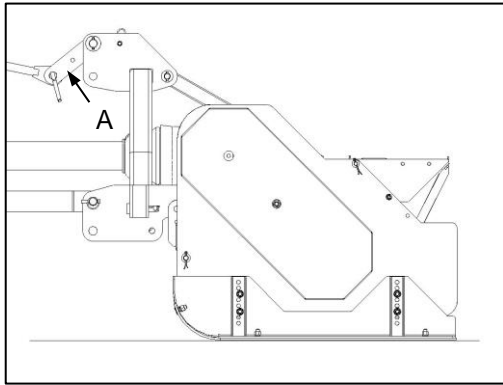
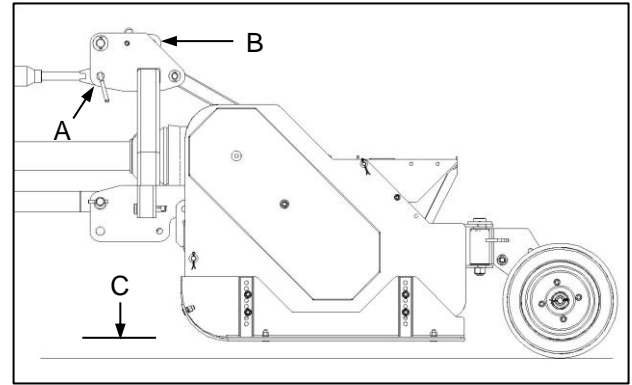
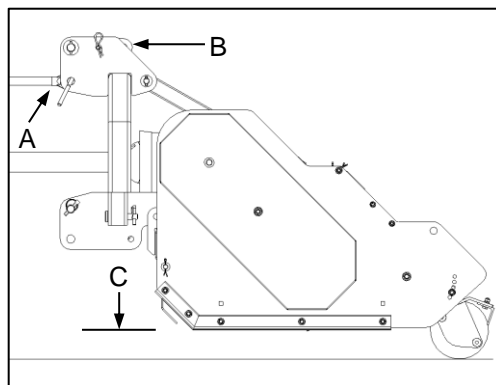

Fig. 1
Fig. 2
Fig. 3
- the height-adjustable side panels and skids (Fig. 1)
- the articulated, adjustable rear wheel sets (Fig. 2)
- the height-adjustable rear roller (Fig. 3)
- die hoogteverstelbare sypanele en glystukke (Fig. 1)
- die geartikuleerde, verstelbare agterwielstelle (Fig. 2)
- die hoogteverstelbare agterste roller (Fig. 3)
- ⊖ Note that, regardless of the chosen attachment configuration (Fig. 1 / Fig. 2 / Fig. 3) above, this implement must NEVER be operated in reverse. This includes any attempt to reverse when the implement is in contact with the ground. Failure to observe this requirement will result in structural and mechanical failure not covered under warranty.
- ⊖ Let daarop dat ongeag die gekose hegstukkonfigurasie (Fig. 1 / Fig. 2 / Fig. 3 bo), hierdie implement NOOIT in trurat bedryf moet word nie. Dit sluit enige poging in om agteruit te stoot terwyl die implement in kontak met die grond is. Versuim om hierdie vereiste na te kom sal tot strukturele en meganiese onklaarraking lei wat nie onder waarborg gedek word nie.
Use of the adjustable side panels with skids requires the use of the break link (Fig. 1-A) provided on the implement hitch frame for attachment of the tractor top link.
Use of the articulated rear wheel sets requires the tractor top link to be attached DIRECTLY to the implement hitch frame clevis (Fig. 2-A), while the break link may be stowed in the position shown (Fig. 2-B).
- ✔ Adjust the tractor 3-point hitch top link to level the implement in relation to ground level (Fig. 2-C).
Gebruik van die verstelbare sypanele met glystukke vereis die gebruik van die knakskakel (Fig. 1-A) op die implementhaakraam vir die aanheg van die trekker-boskakel.
Gebruik van die geartikuleerde agterwielstelle vereis dat die trekker-boskakel DIREK aan die implementhaakraamvurk (Fig. 2-A) gekoppel word, terwyl die breekkakel in die aangetoonde posisie (Fig. 2-B) gestoor kan word.
- ✔ Verstel die trekker se 3-punt-haak-boskakel só dat die implement parallel met die grond is (Fig. 2-C).
The use of the adjustable rear roller requires the tractor's top link to be attached DIRECTLY to the implement hitch frame clevis (Fig. 3-A), while the break link may be stored in the position shown (Fig. 3-B).
- ✔ Adjust the tractor 3-point hitch top link (Fig. 3-A) to level the implement in relation to ground level (Fig. 3-C).
Die gebruik van die verstelbare agterste roller vereis dat die trekker se boskabel DIREK aan die implement se haakraamvurk (Fig. 3-A) gekoppel word, terwyl die breekkabel in die aangeduide posisie gestoor kan word (Fig. 3-B).
- ✔ Verstel die 3-punt-haak se boonste koppelstuk (Fig. 3-A) om die implement gelyk met die grondvlak te maak (Fig. 3-C).